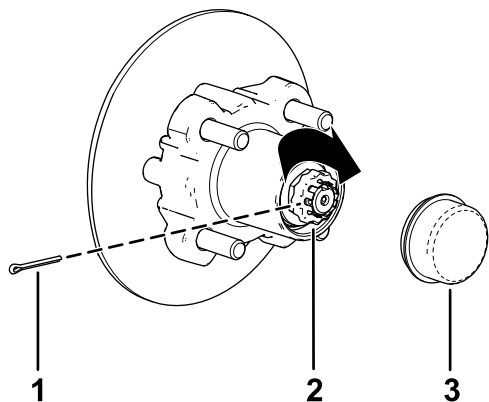

Figure 35
sont alignés et permettent d'insérer la goupille fendue (Figure 35).
9. Insérez la goupille fendue et repliez chaque jambe autour du frein d'écrou (Figure 35).
10. Reposez le couvre-moyeu sur le moyeu (Figure 35).